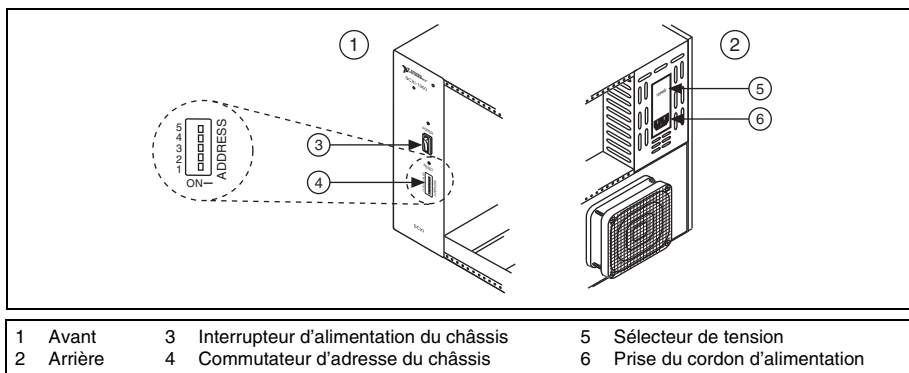

Figure 3. Configuration du châssis SCXI
- Si le châssis a des commutateurs d'adresse, vous pouvez le configurer à l'adresse de votre choix. Lorsque vous configurez le châssis dans MAX à l'étape 12, vérifiez que les paramètres d'adresse logiciels correspondent à ceux du matériel. Dans la figure 3, tous les commutateurs sont à la position par défaut, Off.